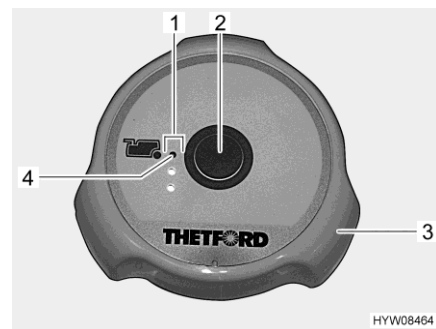

Bild 111 Spülknopf/Kontroll-Leuchten (Thetford-Toilette)
- Vor dem Spülen den Schieber der Thetford-Toilette öffnen. Dazu den Drehgriff (Bild 111,3) entgegen dem Uhrzeigersinn drehen.
- Zum Spülen den blauen Spülknopf (Bild 111,2) drücken.
- Nach dem Spülen den Schieber schließen. Dazu den Drehgriff (Bild 111,3) im Uhrzeigersinn drehen.
Die Kontroll-Leuchten (Bild 111,1) zeigen den Füllstand des Fäkalientanks an. Wenn die rote Kontroll-Leuchte (Bild 111,4) leuchtet, muss der Fäkalientank entleert werden.